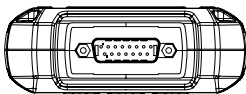

Figura 2.1.2
7. Conector Macho DB15: El conector se utiliza para conectar el cable de diagnóstico OBD-II. (Ver la Figura 2.1.2)